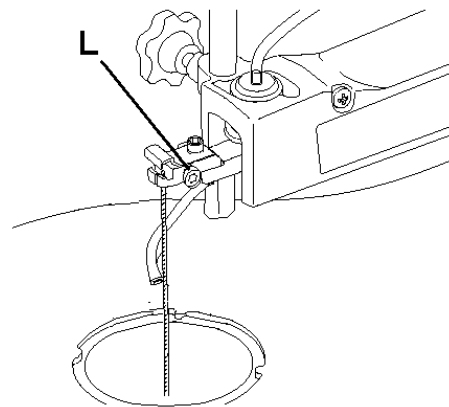
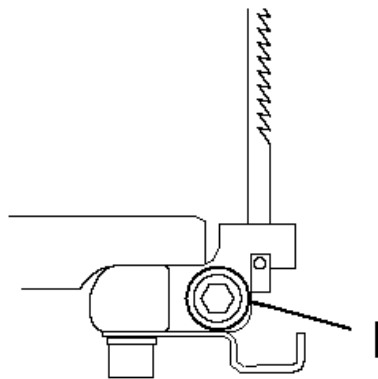

Рис. 6
Рис. 7
- Послабте гвинт верхнього утримувача леза (L) (рис.6) і гвинт нижнього утримувача леза (I) (рис.7).